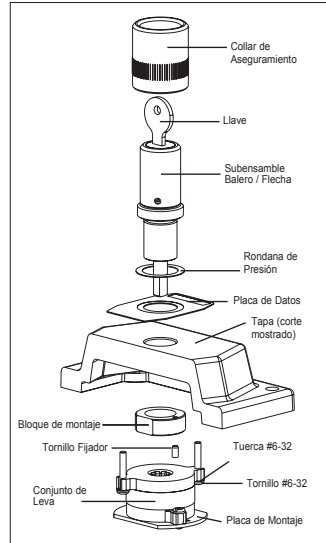

Figura 13. Ensamble de Operador Switch Selector Indentado
- Haciendo referencia a la figura 13, instale el subensamble balero / flecha y una rondana de presión al lado frontal de la tapa enroscándolo completamente a la tapa en la posición deseada. Utilice una placa de datos DL en caso de ser necesaria según la sección de ENSAMBLE DE BOTONES DE ACCIÓN MOMENTÁNEA (PUSHBUTTONS).